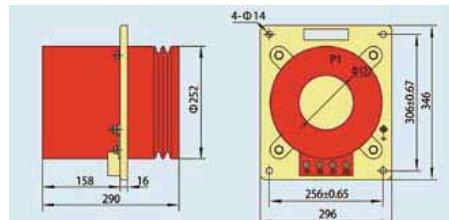

Рис. 6.3 Внешний вид и размеры трансформатора тока LAJ-10(Q) 1000~2000 А
6.3 Внешний вид и размеры трансформатора тока LAJ-10(Q) 1000~2000 А (см. рис. 6.3)